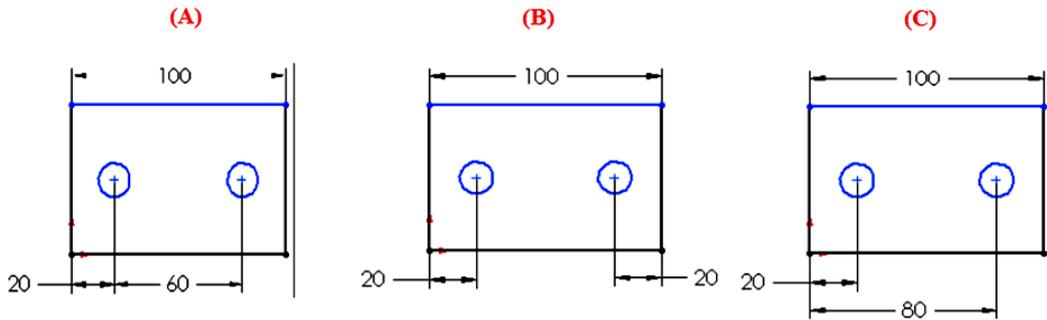

Figure III.2. Exemple d'intention de conception
- **Exemple d'intention de conception.** Quelle esquisse cotée, parmi les esquisSES montrées dans Fig III.2, qui conserve les perçages à une distance de **20mm** de chaque extrémité quelle que soit la largeur globale du plateau, initialement définie à **100mm**.